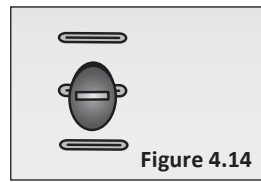

Figure 4.14
- 4 Tirez la sangle et l'ancrage complètement à travers jusqu'à l'arrière du dossier. Assurez-vous que la sangle est ancrée correctement sur le dossier du siège. Répétez ces étapes pour la sangle opposée. **Figure 4.14**